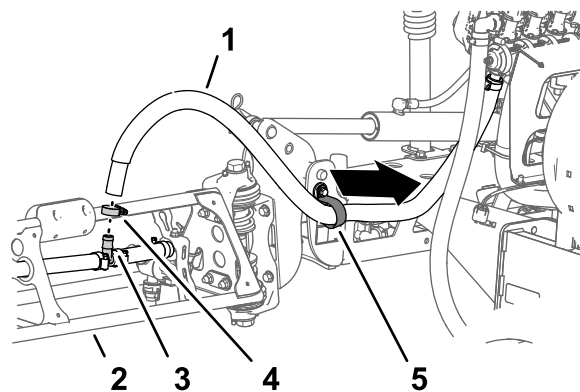

Рисунок 35
- Снимите шланг с тройника (**Рисунок 35**).
- Снимите свободный конец шланга с R-образного хомута (**Рисунок 35**).
- С наружной секции опрыскивателя снимите шланговый хомут, который крепит шланг секции опрыскивателя к тройнику типа «елочка» (**Рисунок 35**).